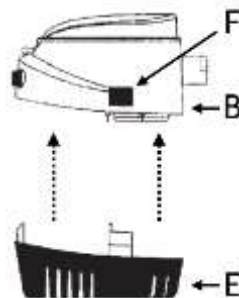

fig. 1
2. Pressez les languettes de verrouillage (F) et séparez le corps de la pompe (B) du filtre (E); rangez-le de côté (fig. 1).